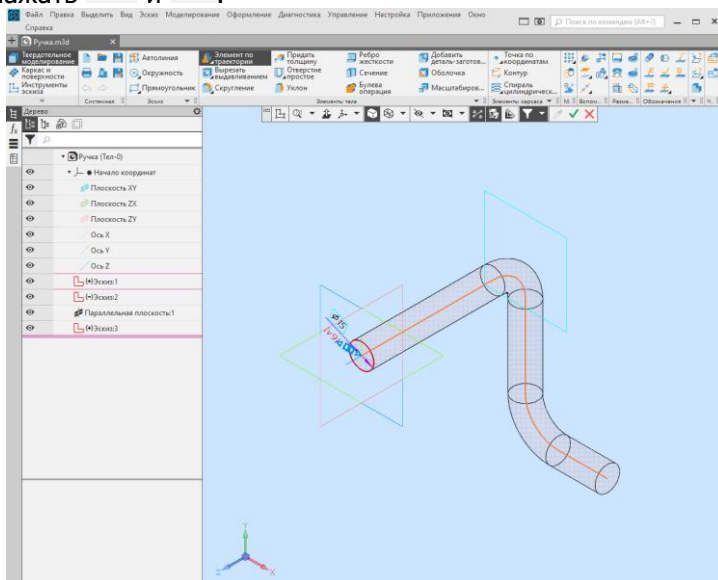

Рис. 31.
6. Выполняем формообразующую операцию. Выбираем **Элемент по траектории** , в качестве эскиза сечения указываем **Эскиз 1** и все участки **Эскизов 2 и 3** в качестве траектории (рис. 31). Нажать  и .